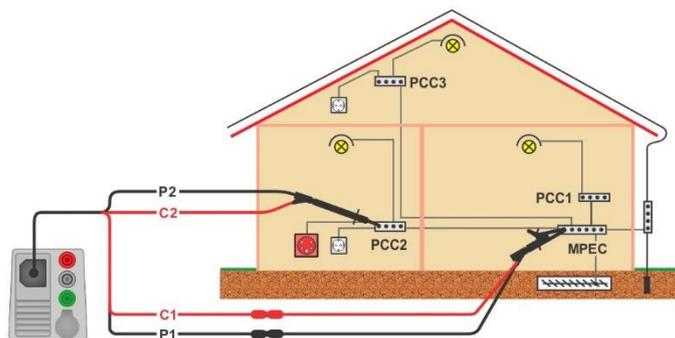

Abbildung 7.26: Anschluss des 4-Leiter Prüfadapters und des optionalen Verlängerungskabels
- Schließen Sie die Prüfleitungen am Prüfling an, siehe **Abbildung 7.26**. Verwenden Sie die Verlängerungsleitung, falls erforderlich.